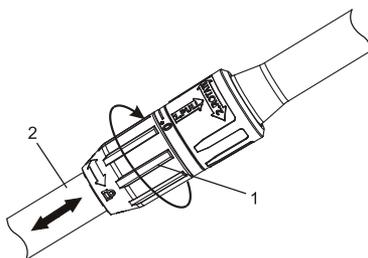

Fig. 7
1. Tourner la bague de verrouillage (1) du manche télescopique d'un tour dans le sens horaire (Fig. 7).
2. Faire glisser la section inférieure du manche télescopique (2) à l'intérieur ou à l'extérieur jusqu'à ce que la longueur désirée soit atteinte.